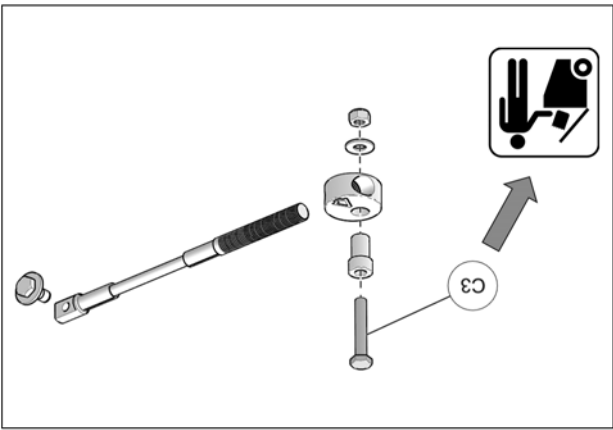

Fig. 24
14. Jeter les boulons (C3) inclus dans les ensembles de câbles-limiteur de conduite. Ils ne seront pas installés sur ce modèle de véhicule. Fig. 24